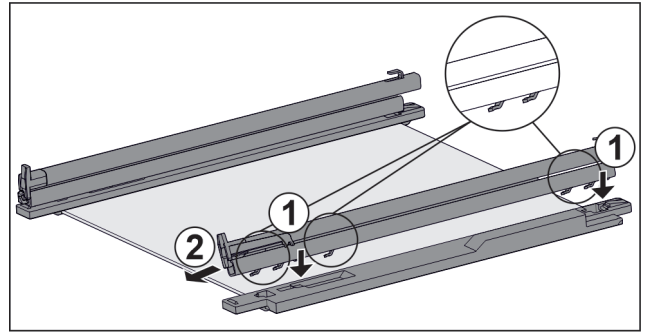

Fig. 53 Tablette en verre avec rails et pièces de retenue
- Placer les crochets du rail sur les ouvertures de la pièce de retenue de **gauche**. Fig. 53 (1)
- Tirer le rail vers l'avant. Fig. 53 (2)
- Placer les crochets du rail sur les ouvertures de la pièce de retenue de **droite**. Fig. 53 (1)